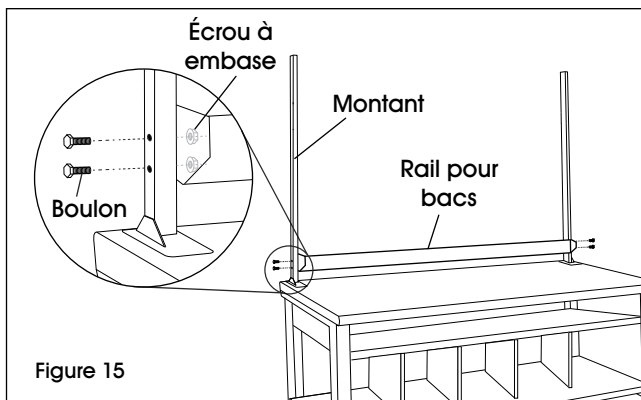

Figure 15
1. Alignez le rail à bacs (1) sur les montants à la hauteur voulue.
2. Fixez-les aux montants à l'aide de quatre boulons de 1 ½ po et d'écrous à embase. (Voir Figure 15)